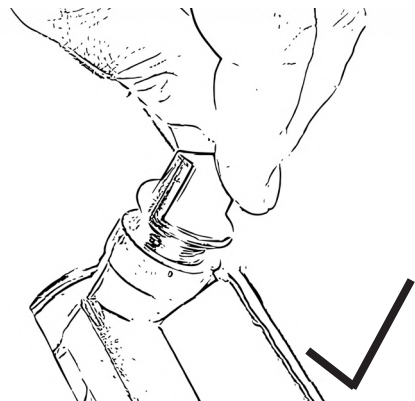

Abbildung 14
- Schrauben Sie die Öleinfüllstopfen mit verbundenen Messstab heraus, Abb. 14.